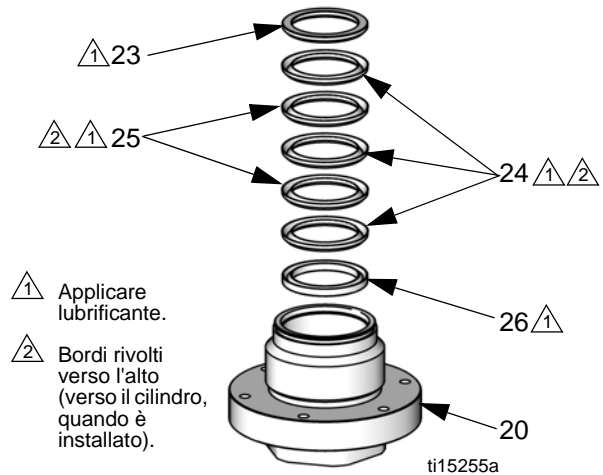
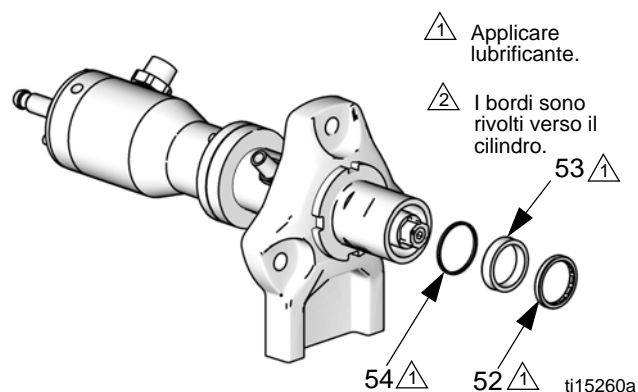

FIG. 10. Premiguarnizioni a V della ghiera
FIG. 13. Guarnizione a U del pistone
7. **Modelli con guarnizione a U:** Rimuovere il cuscinetto (52), la guarnizione a U (53) e la rondella (54). Fare riferimento a FIG. 13, pagina 15.
9. Rimuovere la biella di collegamento (14) e i soffietti (7).
10. Usare una chiave a brugola da 5 mm per rimuovere le tre viti (17) e le rondelle (18), quindi rimuovere la camera dei soffietti (1). Rimuovere e gettare l'anello di tenuta della camera dei soffietti (12).
11. Usare una chiave a tubo da 54 mm (2 1/8 poll.) per rimuovere il dado premiguarnizione (20).
12. **Modelli di guarnizione a V:** Rimuovere i premistoppa (23, 26), i premiguarnizioni della ghiera (24, 25) e la molla (22). Fare riferimento a FIG. 10, pagina 14.